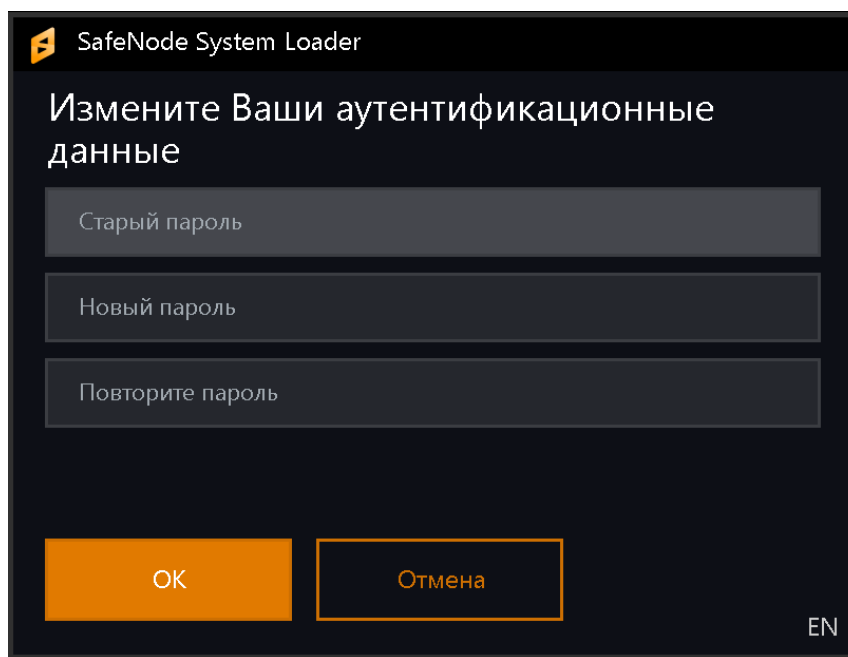

Рисунок 7.3 – Окно о необходимости смены аутентификационных данных АБ
7.3 После успешной процедуры идентификации и аутентификации АБ появится информационное сообщение о необходимости смены аутентификационных данных АБ (рисунок 7.3).